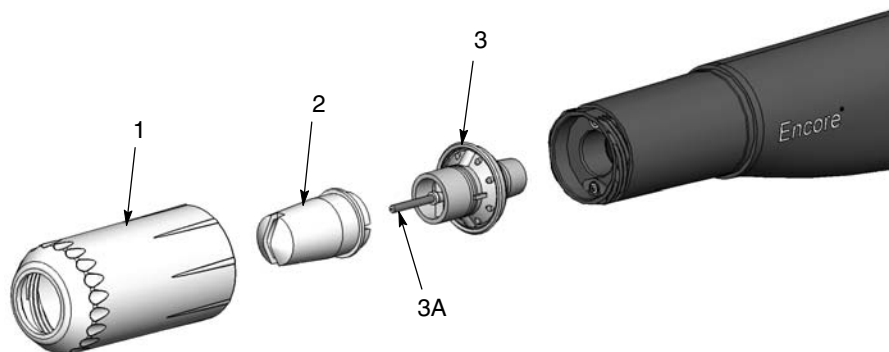

Figura 7 Remoção e montagem do bico para pintura plana
1. Consulte a figura 7. Desenrosque a porca do bico (1) no sentido contrário ao dos ponteiros do relógio.
2. Puxe o bico para pintura plana (2) para fora do conjunto do eléctrodo (3).